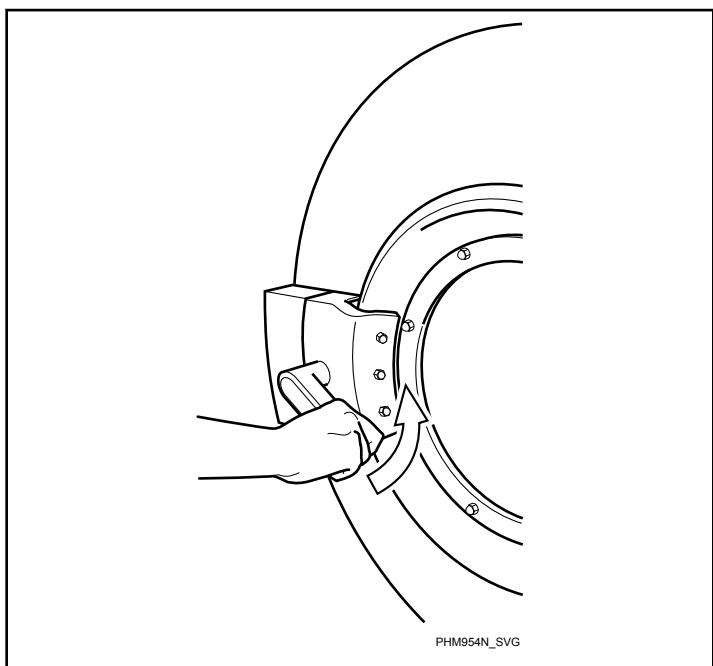

図 47
4. ドアを閉め、ハンドルを反時計回りに回します。 図 47 を参照してください。